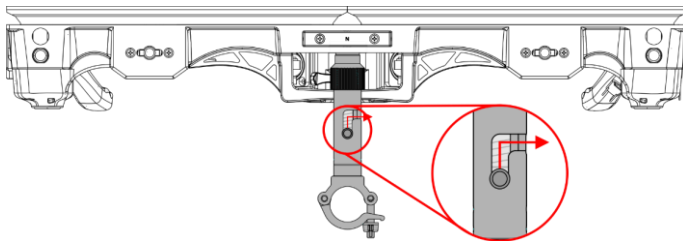

Fig. 36
- 01) Coloque el soporte de apilado delante de la **abertura de montaje (03)**.
- 02) Empuje la palanca del soporte de apilado hacia delante y luego hacia la izquierda como se indica en la Fig. 36. La parte superior del soporte de apilado se acopla en la **abertura de montaje (03)**.